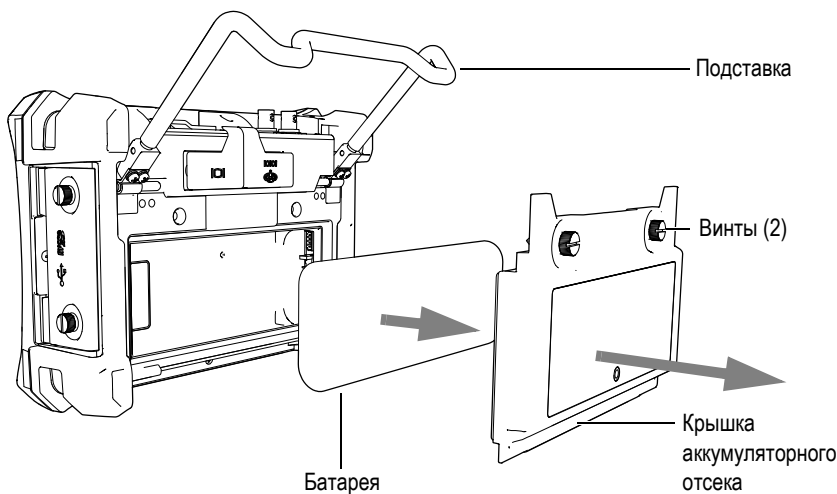

Рис. 1-7 Извлечение литий-ионной батареи
2. Извлеките с помощью отвертки оба винта на задней стенке прибора, удерживающие крышку аккумуляторного отсека (см. Рис. 1-7 на стр. 23).
3. Снимите крышку аккумуляторного отсека (Рис. 1-7 на стр. 23).
6. Установите крышку аккумуляторного отсека на место и затяните винты (см. Рис. 1-7 на стр. 23).